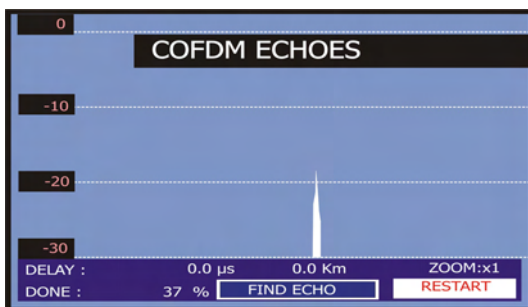

Figure 50.- Processus de détection des échos.
2. Lancez la détection des échos en appuyant sur la molette (Figure 50.-).